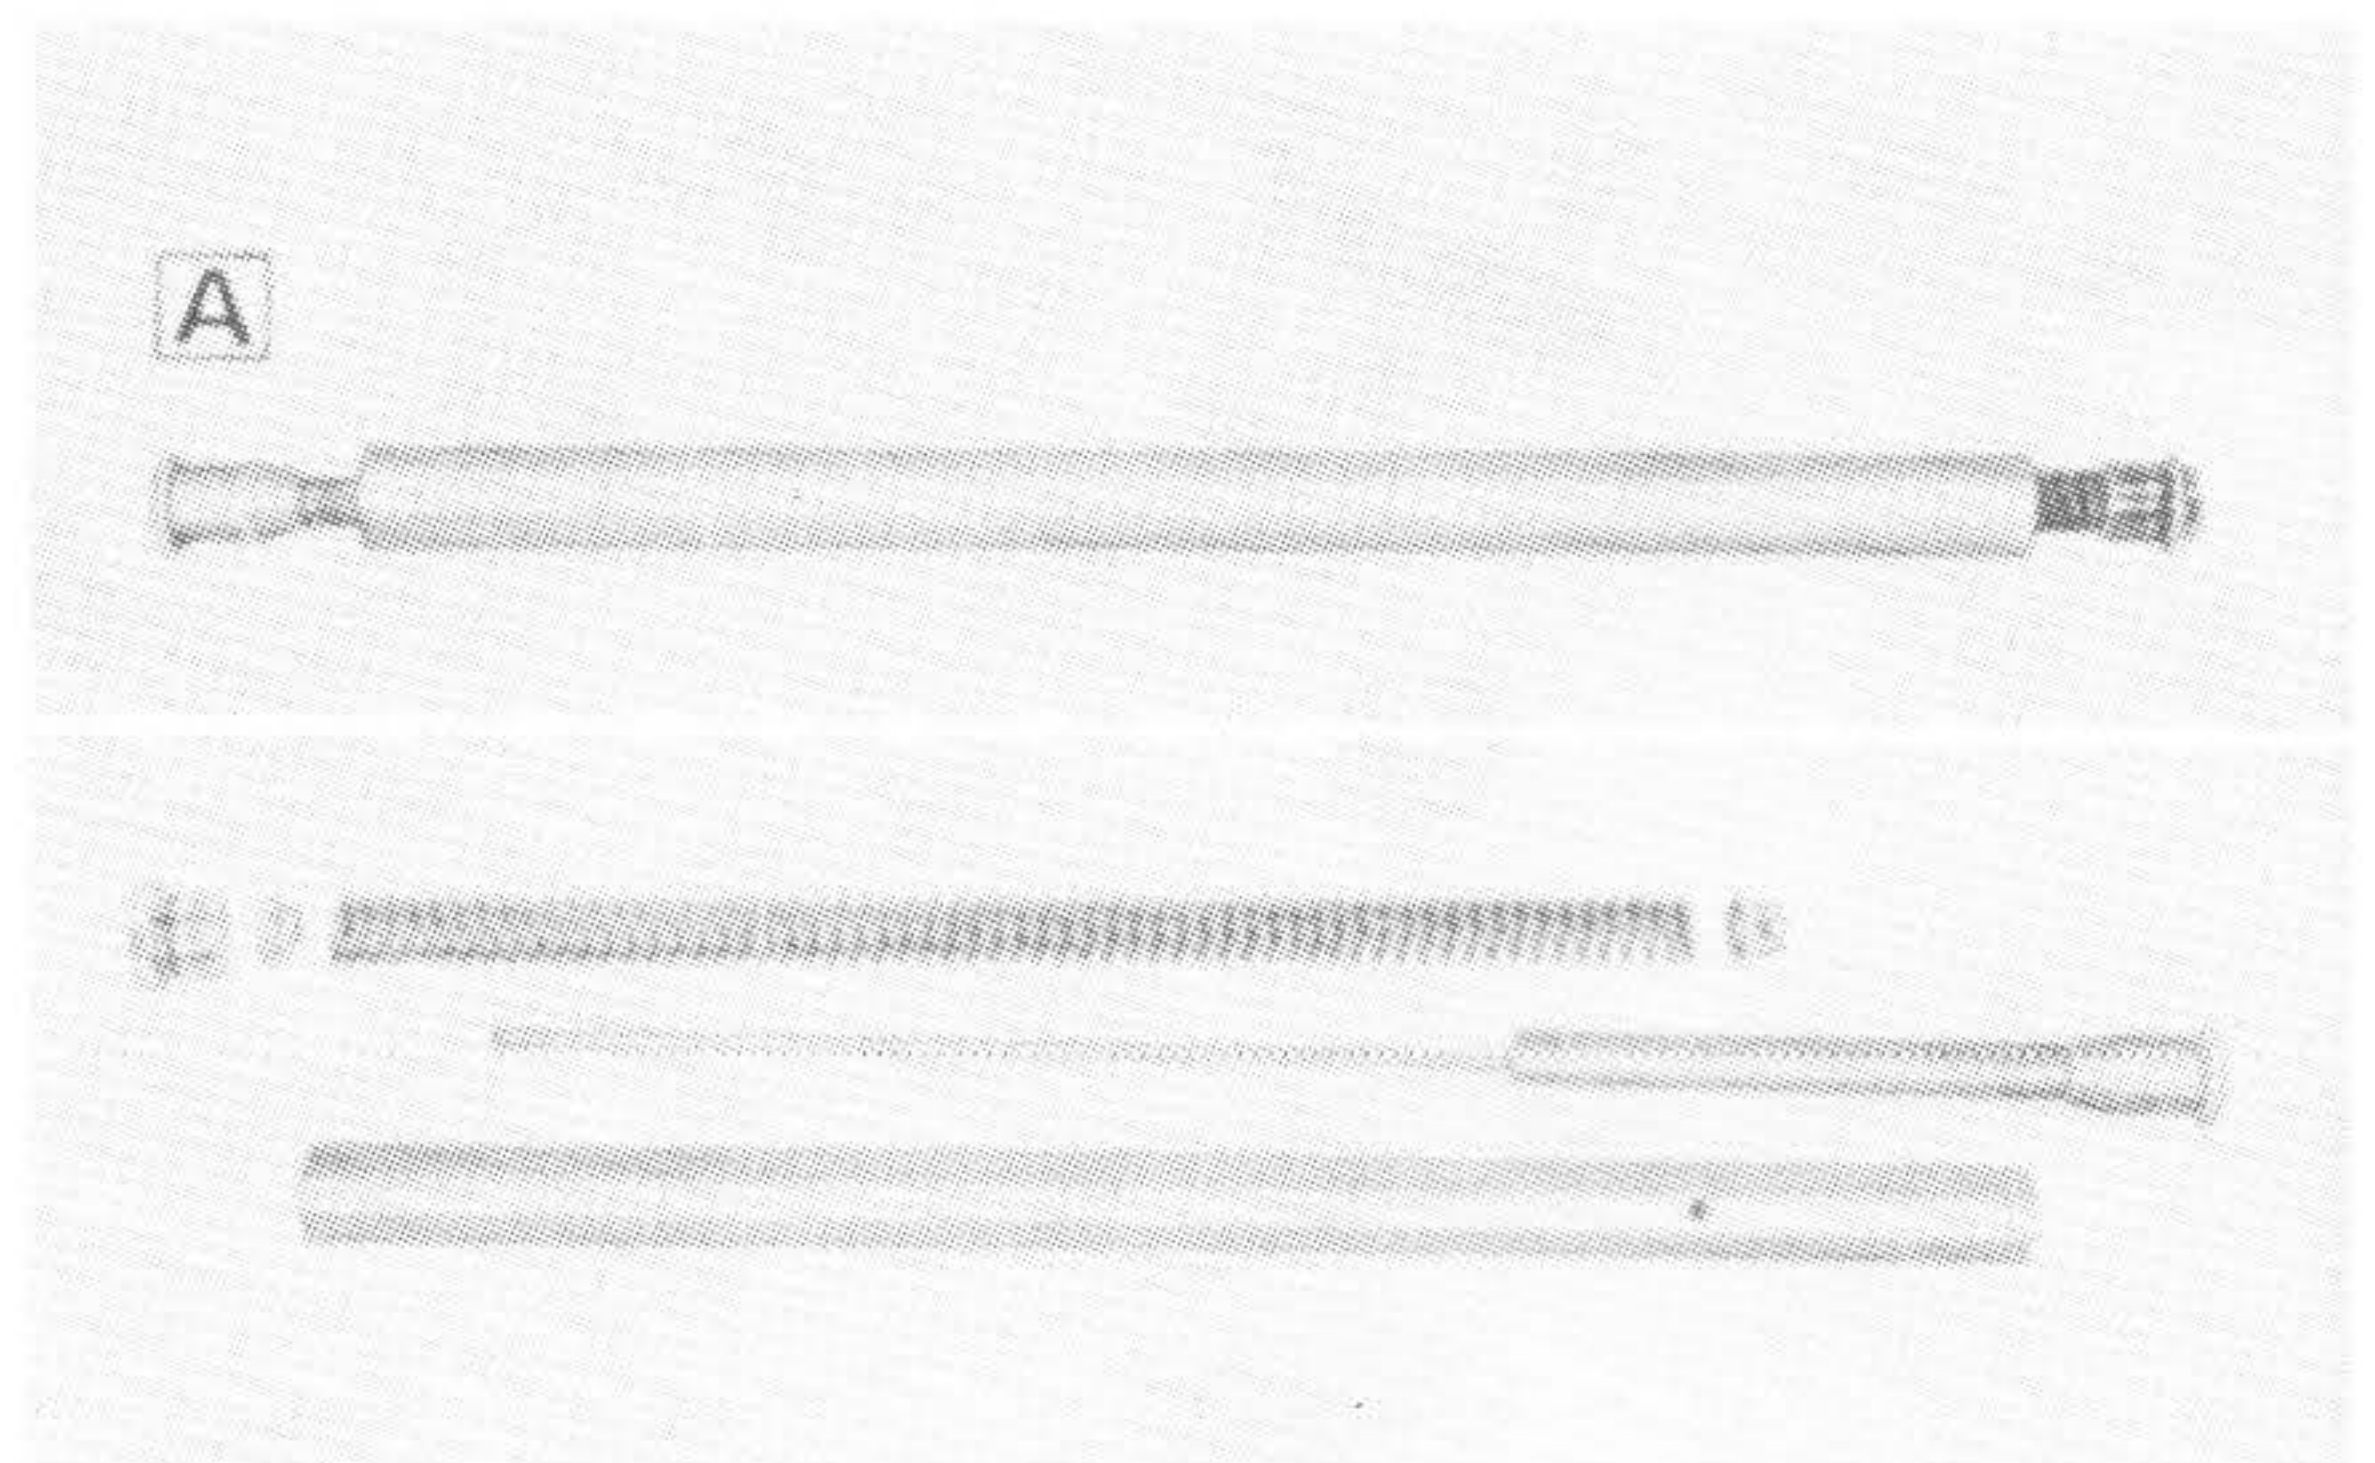

図 159
6. ホローレンチ (工具 No. 07917-3230000) で 8 mm ソケットボルトを外せば (図159 A の状態) で取外せる。
1. ボトムケースにフォークパイプ (図159 A の状態) を取付ける。